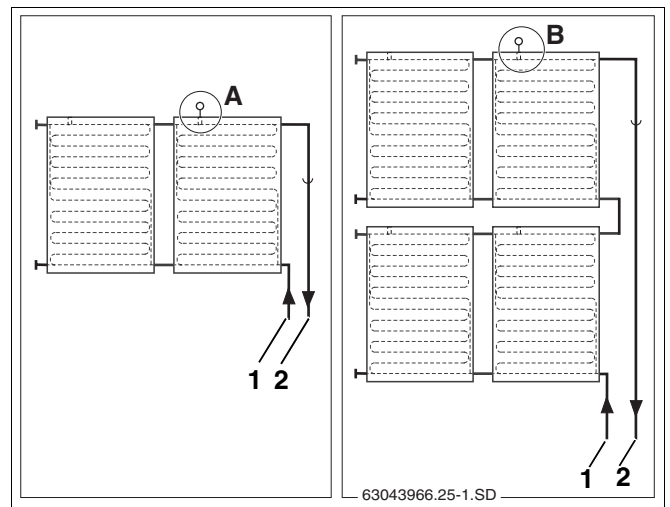

Abb. 31 Einbauort Kollektorfühler (schematische Darstellung)
Beachten Sie den Einbauort bei ein- bzw. zweireihigen Kollektorsystemen (Abb. 31).
Der Kollektorfühler muss im Kollektor mit der angeschlossenen Vorlaufleitung (Abb. 31, **Pos. 2**) montiert werden.
- Einbauort (Abb. 31, **Pos. A**) bei einreihigen Kollektorsystemen mit Vorlaufleitung rechts.
- Einbauort (Abb. 31, **Pos. B**) bei zweireihigen Kollektorsystemen mit Vorlaufleitung links.